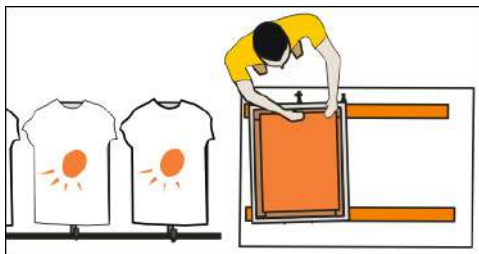

Imagen 329\_n
**15-** Al termino de la serie se coloca a un costado la matriz, sobre un par de listones de madera, para que la matriz no tenga contacto con el mesón (Imagen 329\_n)